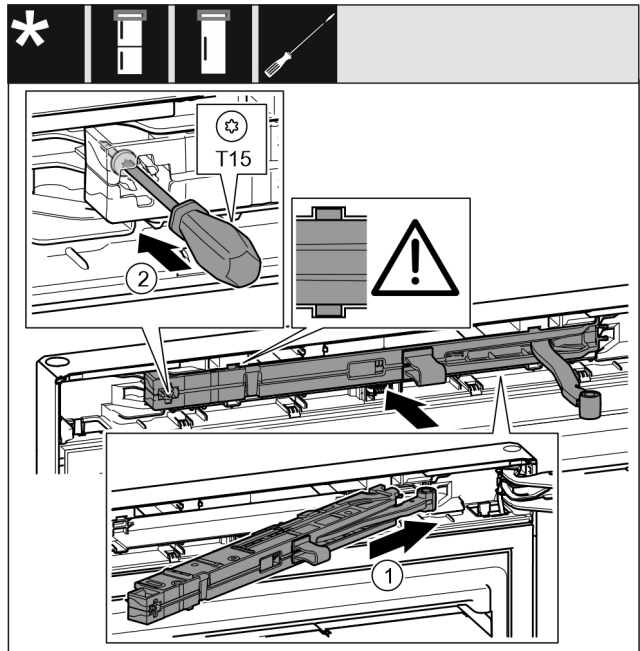

Fig. 20
- ▶ Inserire obliquamente nell'incavo fino all'arresto l'unità ammortizzatore di chiusura sul lato blocco di supporto. Fig. 20 (1)
- ▶ Serrare la vite con un cacciavite T15. Fig. 20 (2)